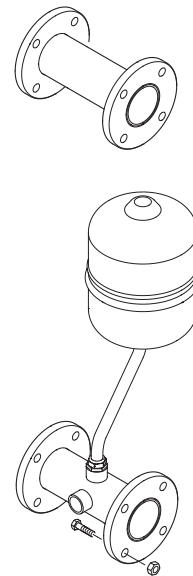

Fig. 6
1.9 BESCHRIJVING SET AANSLUITING HYDRAULISCHE COMPENSATOR cod. 8101534 (afzonderlijk aan te vragen) (fig. 6)